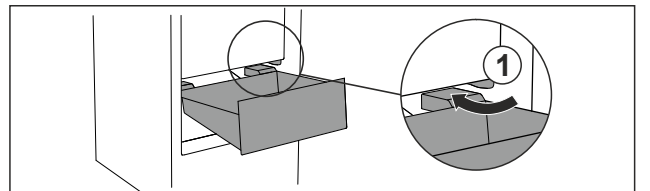

Fig. 73
- ▶ Lade schuin rond de stoppers Fig. 73 (1) leiden.